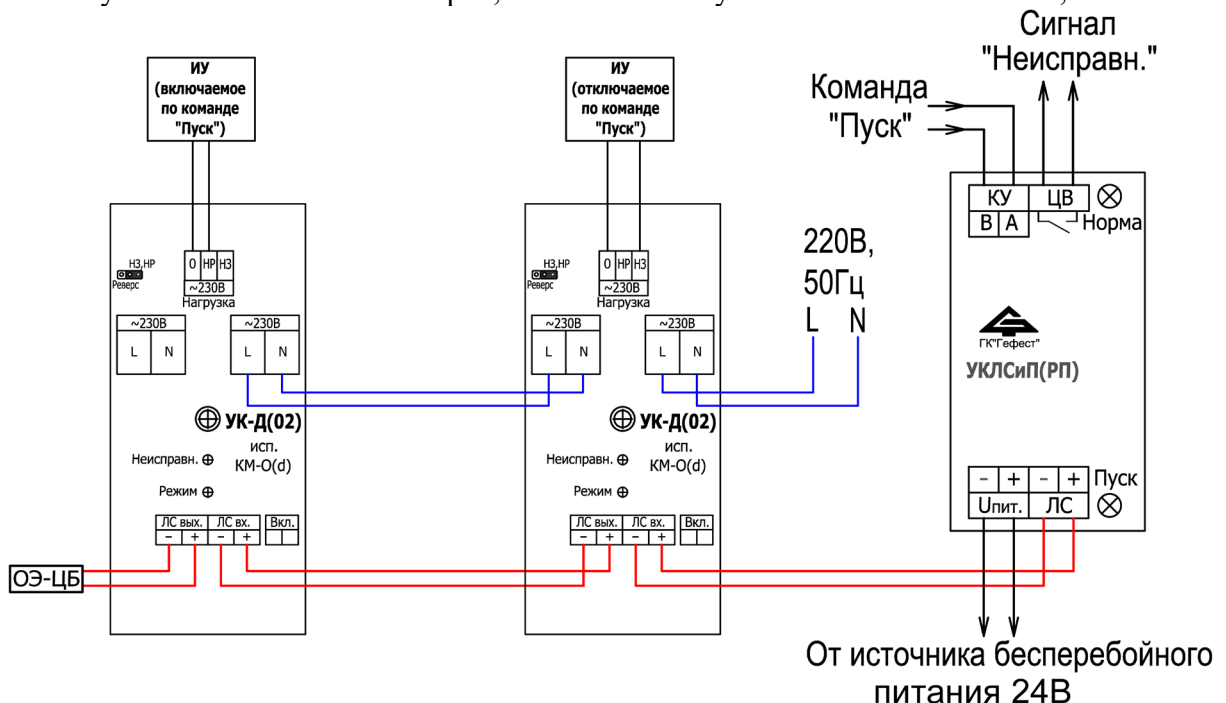

Рисунок 2 – Схемы подключения нереверсивных исполнительных устройств. (Вместо УКЛСиП(РП) можно подключить ЦБ. ОЭ-ЦБ – окончательный элемент.)
Схемы подключения УК-Д(02) приведены на рис. 2 и 3.